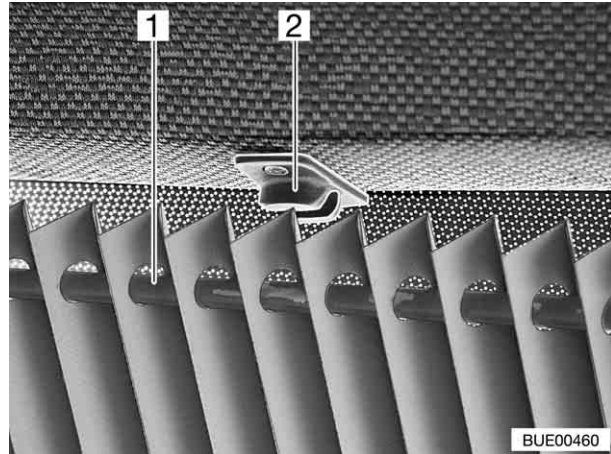

Fig. 54 Dispositif occultant plissé pour le pare-brise
- Sortir la glissière (Fig. 54,1) pour le dispositif occultant plissé du pare-brise de son support (Fig. 54,2) au-dessus du pare-brise en la tirant.
- Lorsque le dispositif occultant plissé du pare-brise est ouvert, pousser la glissière (Fig. 54,1) dans le support (Fig. 54,2).